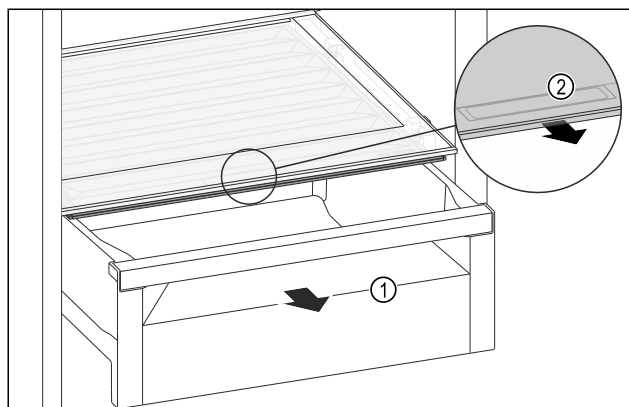

Fig. 139
- Retirer le tiroir Fig. 139 (1).
- Saisir la poignée encastrée Fig. 139 (2) du couvercle du compartiment et tirer le couvercle du compartiment par l'avant.